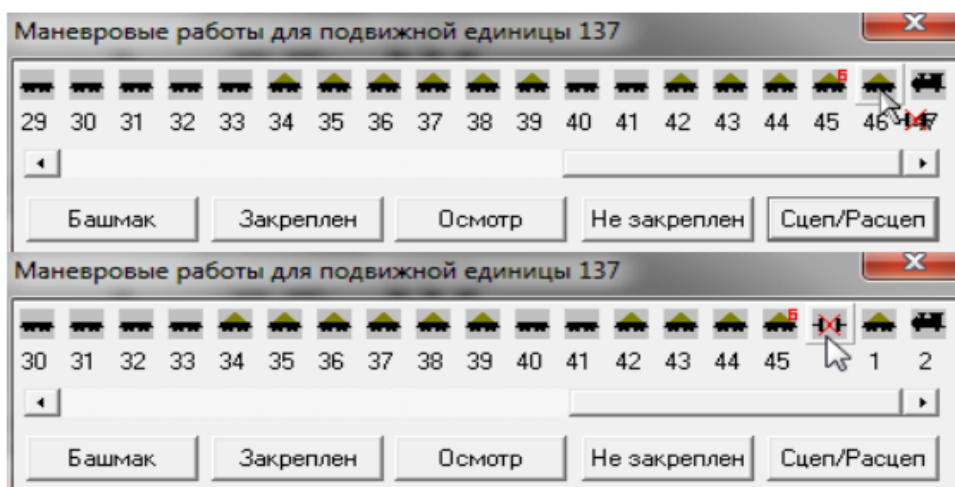

Рис.24. Окно маневровая работа (расцепка)
- «Сцеп/расцеп». Для выполнения сцепки и расцепки между вагонами или между вагоном и локомотивом требуется нажать кнопку «Сцеп/Расцеп». После этого рядом с курсором мыши появится значок расцепа. После этого нужно нажать по объекту (локомотиву или вагону), находящемуся справа от места расцепа (рис. 24). В результате между объектами появится значок расцепа. Для произведения сцепки между объектами необходимо нажать кнопку «Сцеп/Расцеп», а затем нажать на изображение места расцепа.